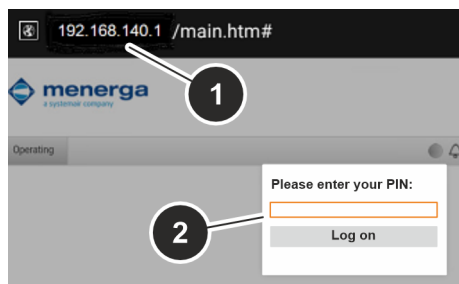

Bild 7: IP-adress webbläsare
2. Ange styrenhetens IP-adress (Bild 7/1).
3. Ange och bekräfta motsvarande PIN-kod (Bild 7/2) för att komma åt Menergas huvudmeny.